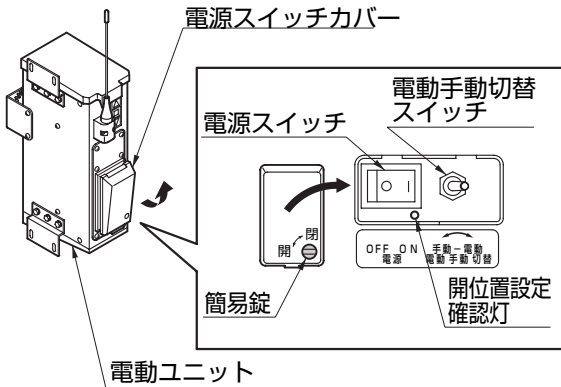

図19-1
- ①引戸を手動にて全閉状態から約1m開けてください。
- ②電動ユニットの電源スイッチカバーを開け、コントロールボックスの電動手動切替スイッチを電動側にし、電源スイッチをONしてください。(図19-1参照)